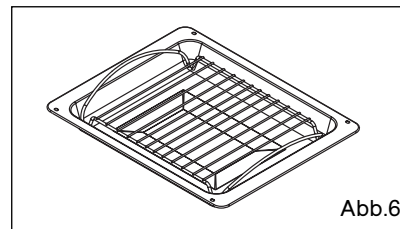

Abb.6
• Tiefes Blech, 45 mm mit Grillrost für Grillgut (Abb.6)